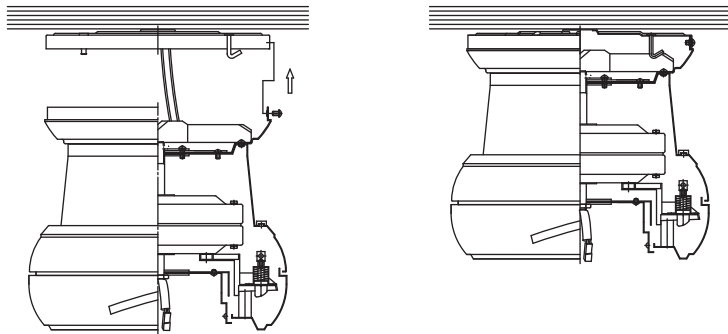

Fig. 5
Paso 1. (Fig. 5) Coloque el ensamblaje del motor sobre la abrazadera de montaje. Alinie los agujeros con los cuatro tornillos de la abrazadera de montaje. Afloje los dos tornillos que se alinean con los agujeros arranurados y quite los otros dos.
Paso 2. (Fig. 5) Coloque el ensamblaje del motor sobre los dos tornillos de la abrazadera de montaje que aflojo previamente, por medio de los agujeros arranurados.
Paso 3. (Fig. 5) Instale los dos tornillos que quito previamente y apriete bien los cuatro tornillos.